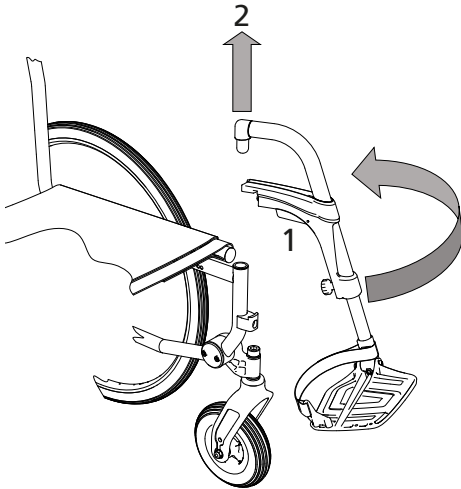

fig.20
1. Azionare la leva di sblocco color rosso arancio (1, fig. 20) e girare il sostegno per la gamba verso l'esterno.
2. A questo punto è possibile estrarre il sostegno per la gamba tirandolo verso l'alto. (2, fig. 20). Per il montaggio, eseguire la procedura in ordine inverso.